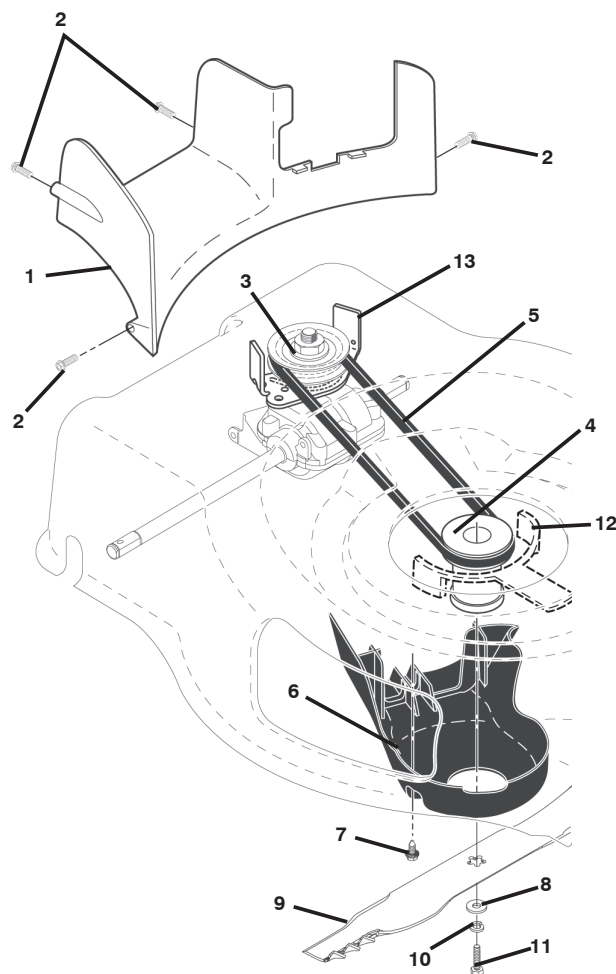

Figure 26
1. Enlevez les vis fixant la chicane arrière (Figure 26).
1. Insérez la nouvelle courroie du poulie de la boîte de vitesses (Figure 26).